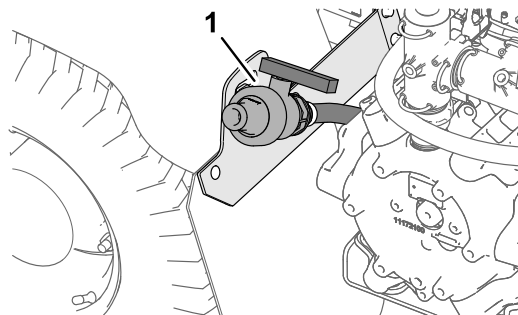

Figura 44
2. Individuate la valvola di spurgo del serbatoio sul parafrangente posteriore sinistro della macchina (Figura 44).